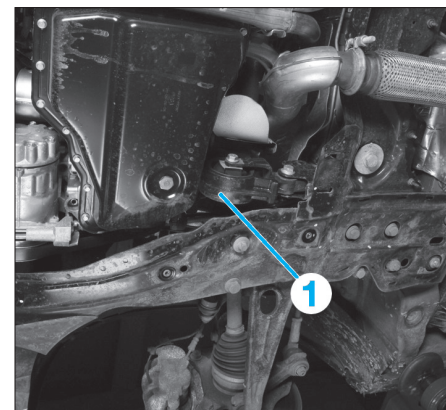

Fig. 3
- la biellette anticouple inférieure droite (1) (Fig.3),